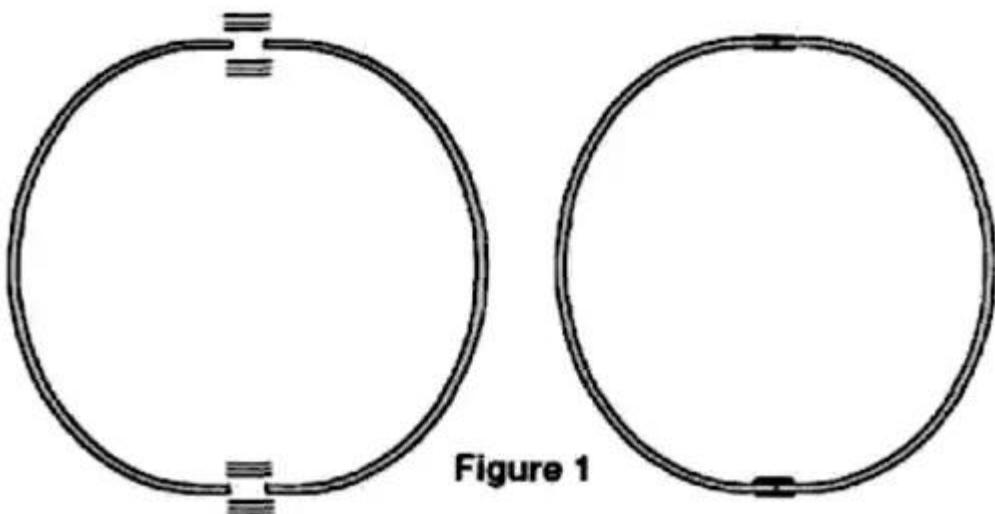
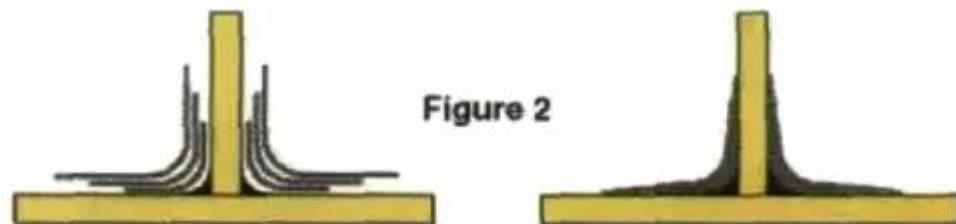
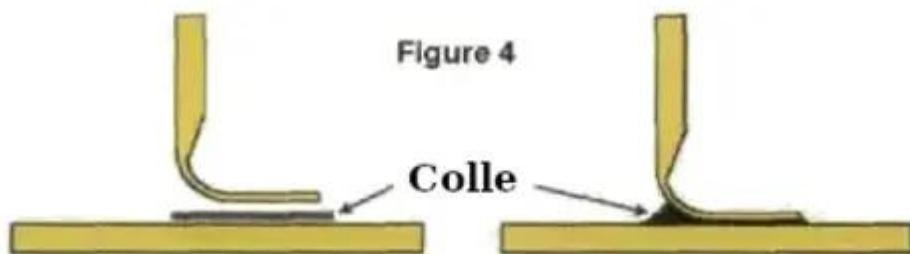

Figure 1
Figure 2
Figure 4
- Dernière étape, créer le joint structurel proprement dit en utilisant des bandes humides (imbibées de résine) de matériau de renforcement (généralement de la fibre de verre) collées sur la zone reliant les deux composants (voir Figure 1).
L'exemple de la Figure 1 représente un fuselage typique avec deux moitiés préformées assemblées par le constructeur. Si l'on assemble deux pièces perpendiculaires (comme à la Figure 2), il faut alors créer un congé en utilisant à nouveau des couches humides de matériau de renforcement. Un exemple de ce type de construction serait l'assemblage d'une nervure d'aile sur le revêtement de l'aile.
Avec ce type de chevauchement, le constructeur n'a qu'à appliquer l'adhésif structurel et à exercer une pression de serrage. La Figure 4 montre des joints collés par adhésif similaires aux joints stratifiés humides de la Figure 1.